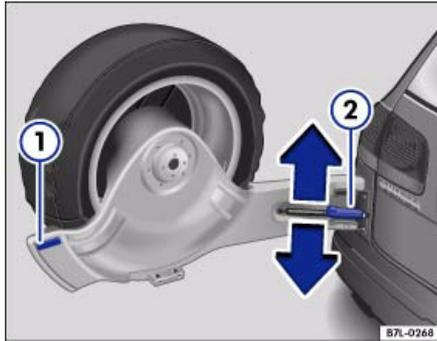

Abb. 37 Geöffneter Reserveradträger am Heck: Entriegelungstaste ① und Fanghaken ②
- Drücken Sie die Entriegelungstaste ⇒ Abb. 37 ① und schwenken Sie den Reserveradträger von Hand nach links.
- Drücken Sie den Fanghaken ② nach unten. Der Reserveradträger ist jetzt in geöffneter Stellung gesichert ⇒ ⚠.
- Halten Sie den Reserveradträger fest und heben Sie den Fanghaken ⇒ Seite 58, Abb. 37 ② gleichzeitig nach oben.
Der ganz geöffnete Reserveradträger kann gesichert werden, damit er z. B. bei schräg stehendem Fahrzeug nicht zufallen kann. Dazu muss der Fanghaken ⇒ Seite 58, Abb. 37 ② nach unten gedrückt werden. Achten Sie darauf, dass der Reserveradträger sicher eingerastet ist. Vor dem Zurückschwenken drücken Sie den Fanghaken wieder nach oben ⇒ ⚠.
- Damit der Endanschlag des Reserveradträgers nicht beschädigt wird und der Träger nicht zurückfedert, führen Sie den Reserveradträger von Hand in die geöffnete Stellung ⇒ Seite 58, Abb. 37, bis die Verriegelung einrastet. ◀